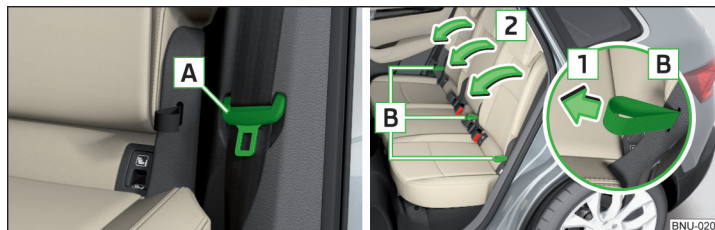

Abb. 89 Sicherheitsposition des Gurts / Sitzlehne vorklappen
- › Die Schlosszunge **A** des Sicherheitsgurts in die Öffnung in der Seitenverkleidung stecken » Abb. 89.
- › An der Schlaufe **B** in Pfeilrichtung **1** ziehen und gezogen halten » Abb. 89.
- › An der Schlaufe **B** neben dem mittleren Sitz in Pfeilrichtung **1** ziehen und die Sitzlehne in Pfeilrichtung **2** vorklappen » Abb. 89. Die vorgeklappte Sitzlehne ist als Armlehne verwendbar.